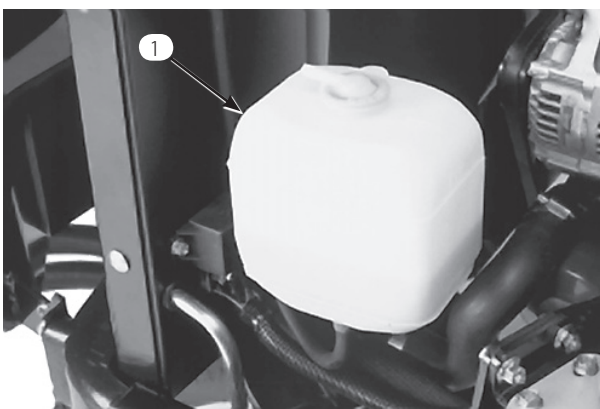

图 19
1. 補助タンクの冷却水量を点検する（図19）。エンジンが冷えた状態で、タンク側面についている2本の線の間にあれば適切である。